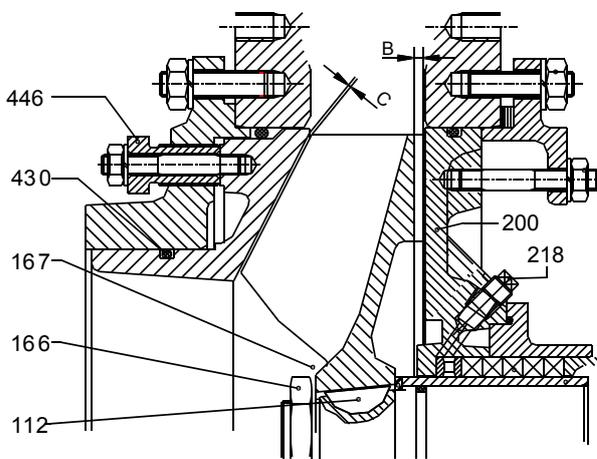

Fig. 9
11.1.1 Extracción del Impulsor (Ver Fig. 9)